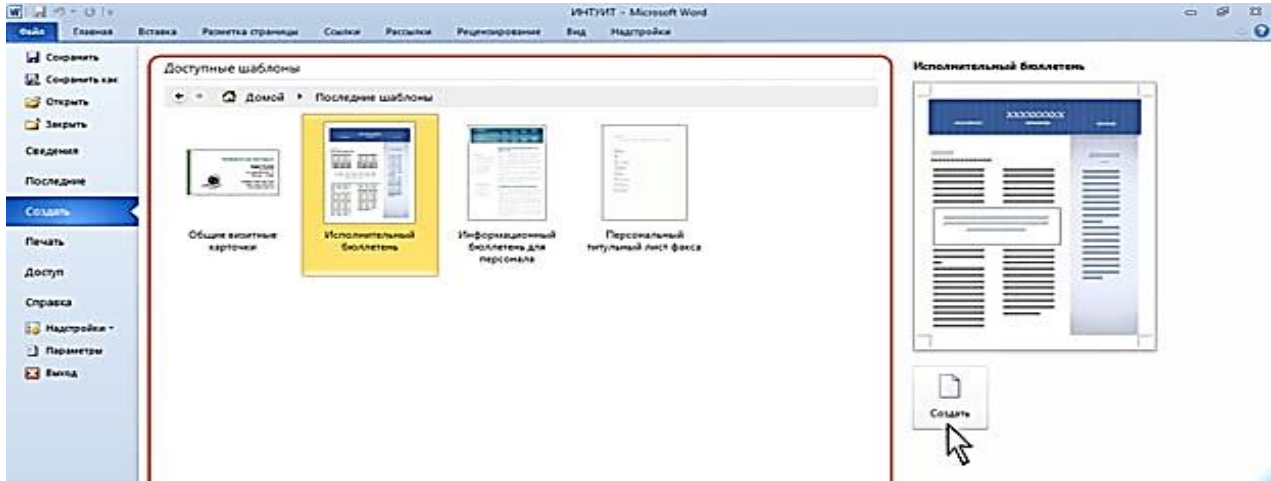

Рис. 16. Создание документа на основе недавно использовавшихся шаблонов
5. Для создания документа на основе одного из ранее использованных шаблонов щелкнуть по значку «Последние шаблоны» (рис. 16). Выбрать нужный шаблон и дважды щелкнуть по его значку или выделить этот значок и нажать кнопку «Создать» или «Загрузить».